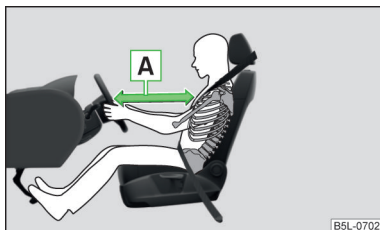

Fig. 21
- Es importante que el conductor y el acompañante mantengan una distancia mínima de 25 cm con respecto al volante o al tablero de instrumentos » fig. 21 A. Si no respeta esta distancia, el sistema de airbag no podrá protegerle. ¡Peligro de muerte! Los asientos delanteros y los reposacabezas siempre deben estar correctamente ajustados a la estatura del ocupante.